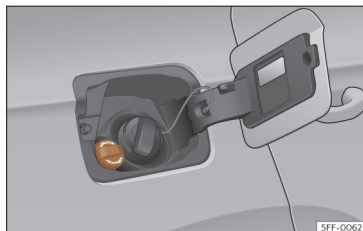

Fig. 210 Tampa do bocal de enchimento do reservatório do AdBlue®.
- Abrir a tampa do depósito >>> **Fig. 210.**
- Gire o tampão de fecho do bocal de enchimento de SCR para a esquerda >>> **Fig. 210.**